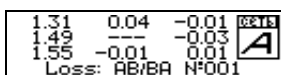

Рис. 22. Результат измерения затухания
5. По окончании цикла измерений на индикаторе отобразятся результаты измерения затухания (рис. 22).